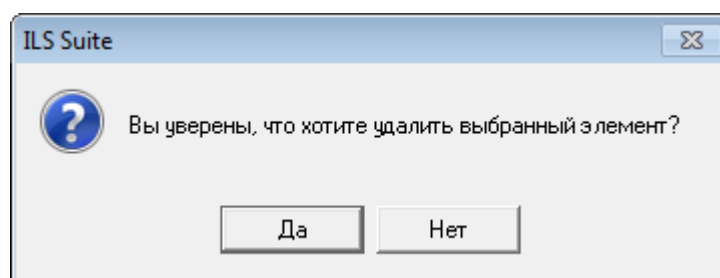

Рис. 13-400. Диалоговое окно
4) В открывшемся диалоговом окне нажать «Да» для подтверждения действия (рис. 13-400). В этом случае выбранное событие будет удалено из всех папок рабочего окна «Авиационные события» и из базы данных.